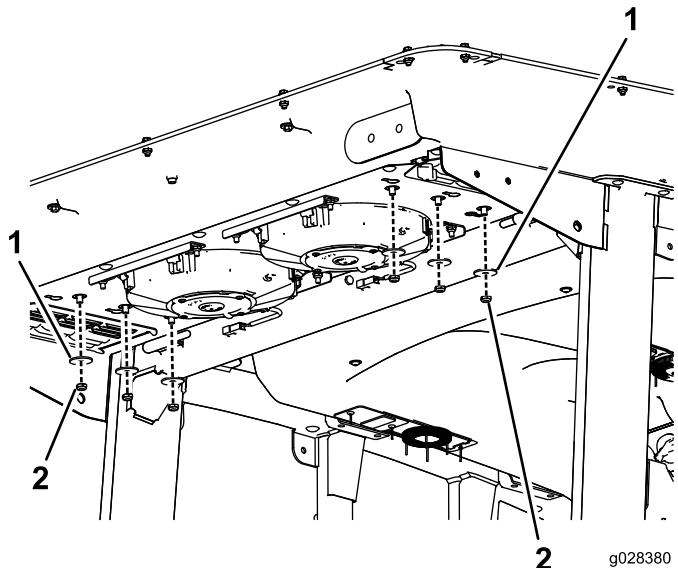

Figura 54
2. Retire las 6 tuercas y arandelas de la parte inferior de la parte trasera de la cabina (Figura 54).